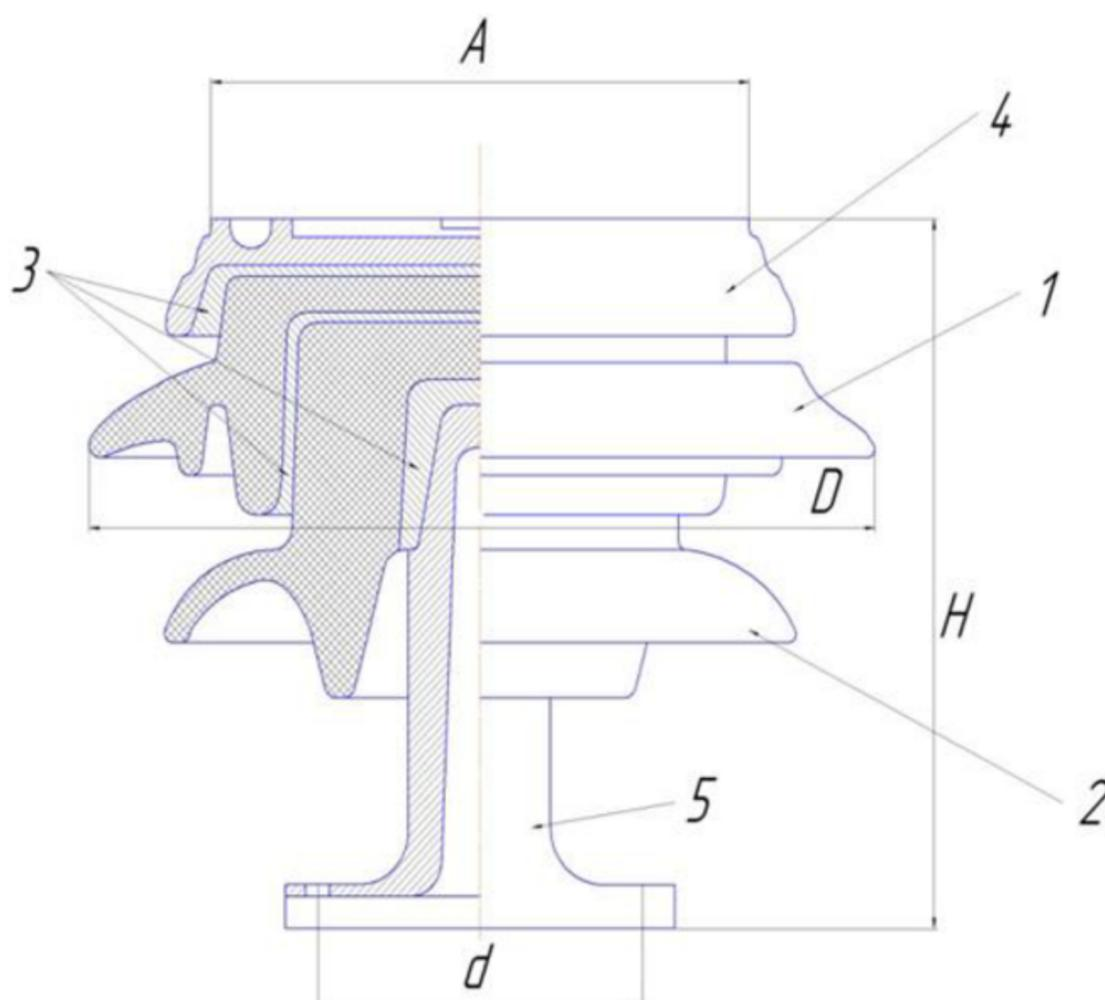

Рисунок 2 – Опорно-стержневой изолятор наружной установки
3. По заданной диаграмме рисунок 2 определить  $\sigma_{\text{ТЦ}}$ ,  $\sigma_{\text{В}}$ ,  $\sigma_{\text{Т}}$  (или  $\sigma_{0,2}$ ) – параметры прочностных свойств материала (для диаграммы с выраженной площадкой текучести найти  $\sigma_{0,2}$ ).
Опорный стержневой керамический изолятор ОНС изолирует и поддерживает шины контактных деталей в открытом распределительном устройстве. Изолятор представляет собой сплошной круглый стержень с выступающими ребрами. На торцевых частях изолятора закреплены металлические фланцы (колпаки), являющиеся электродами (рис. 2).